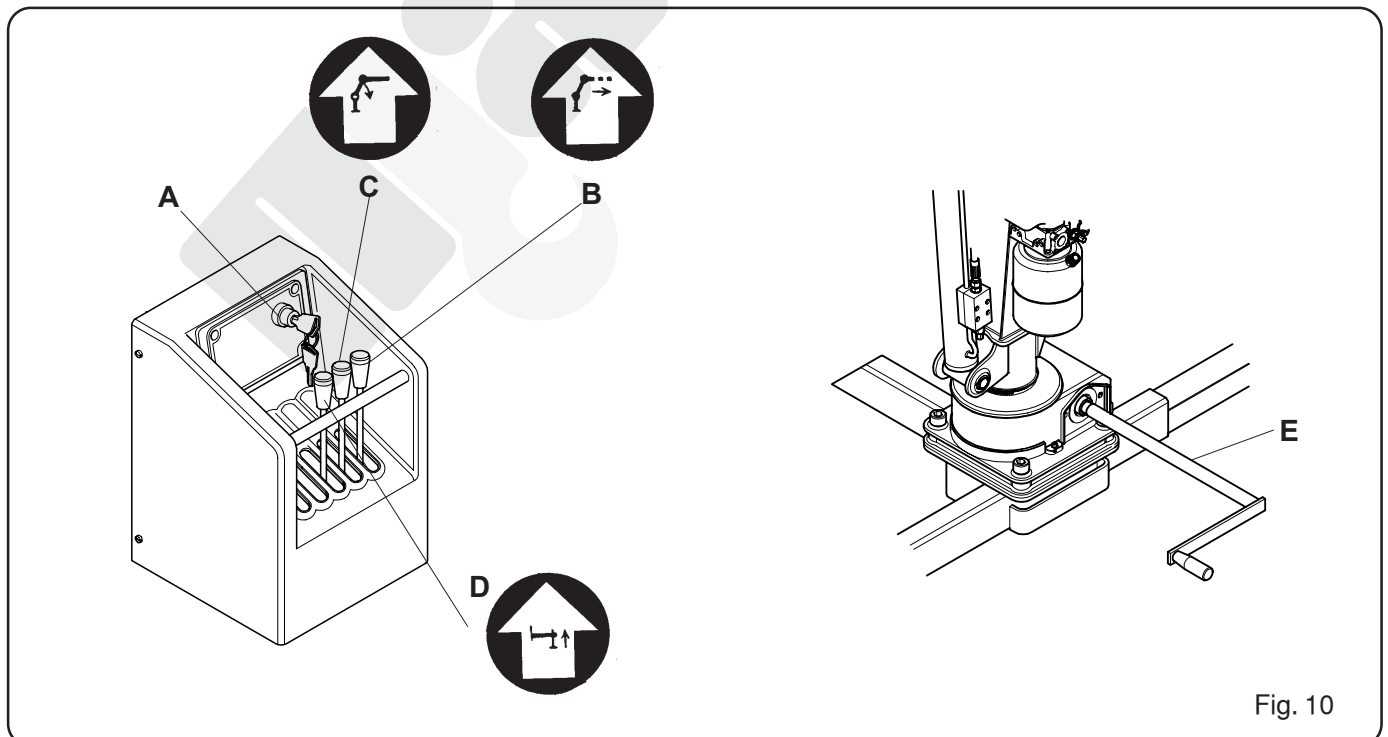
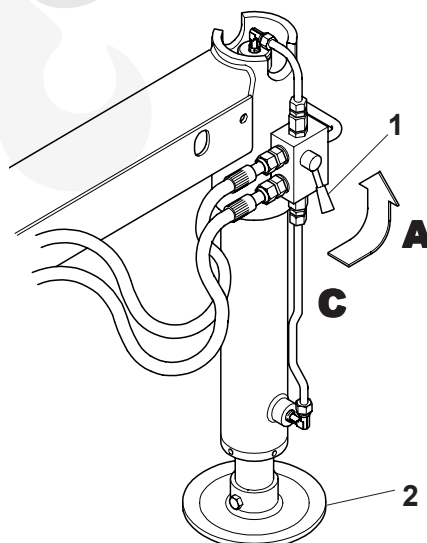

Fig. 10
Fig.12
Quando sulla gru sono presenti due stabilizzatori idraulici, vengono comandati dalla stessa leva del "Comando Ausiliario" (E - Fig. 10). In questo caso è obbligatorio azionare gli stabilizzatori indipendentemente uno dall'altro, prima quello lato comandi, poi quello sul lato opposto. L'inibizione del funzionamento di uno stabilizzatore si ottiene chiudendo la valvola a rubinetto applicata allo stesso ruotando la leva (1) sulla posizione "C". (fig. 12)